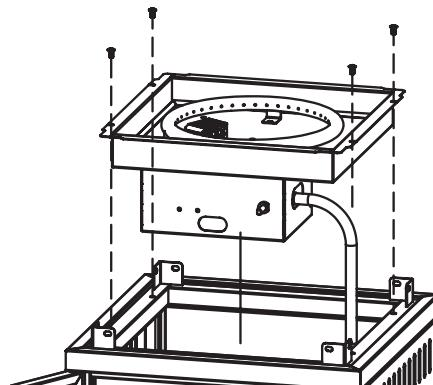

Рис. 11.
8. Вставьте шток клапана головки горелки в верхнюю часть корпуса и прикрутите головку горелки к верхней пластине корпуса коробки четырьмя винтами M5×8 (рис. 11).